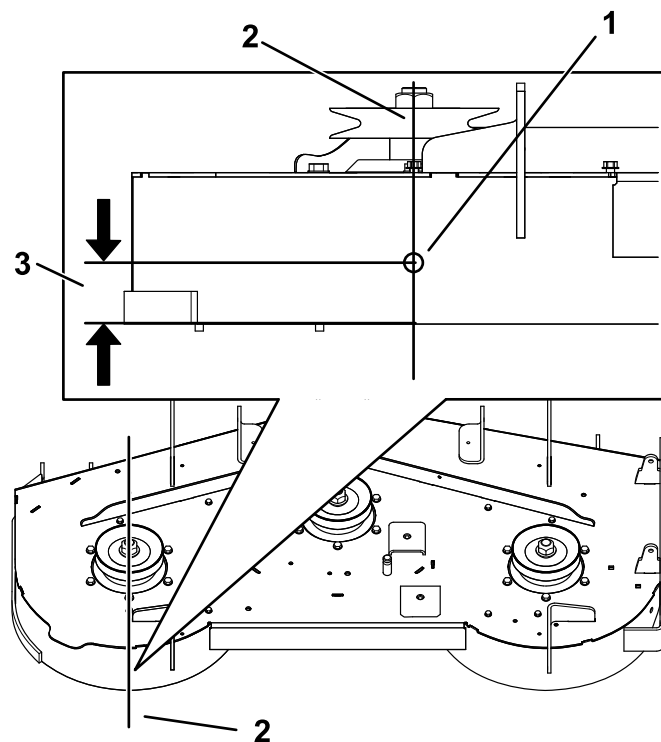

Figure 1
- Percez un trou à l'emplacement marqué avec un foret (9/32"), comme montré à la Figure 1.